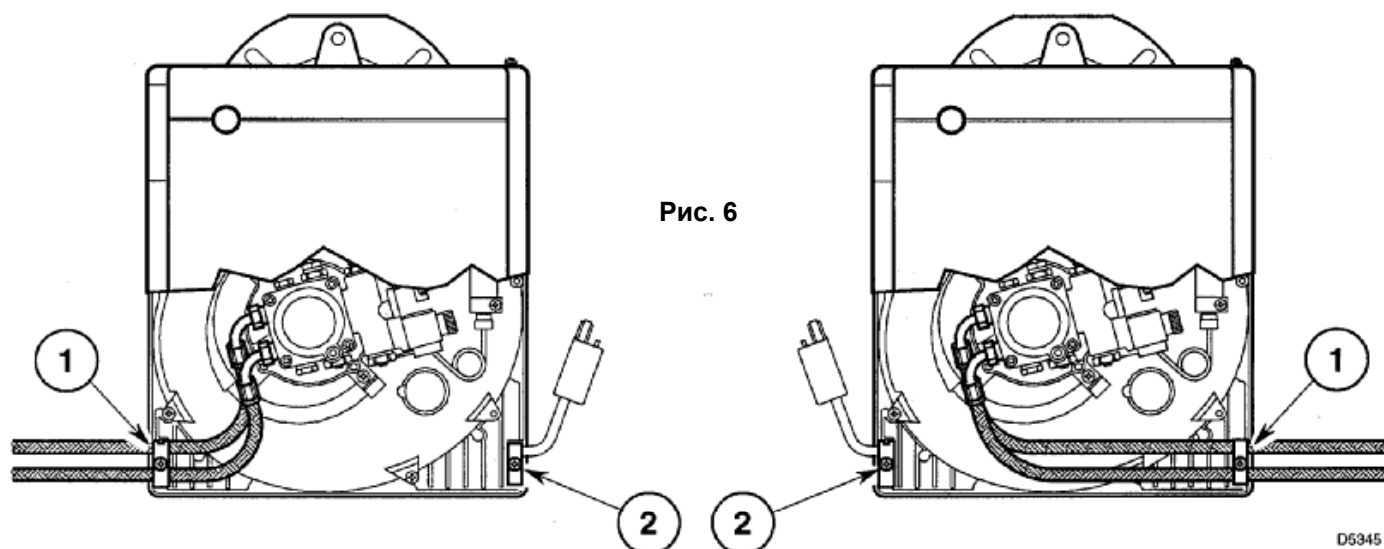

Рис. 6
Возможно крепление шлангов подачи топлива с обеих сторон котла. В зависимости от того, с какой стороны будут выходить шланги — справа или слева — следует должным образом расположить крепежные планки для шлангов (1) и кабелей (2) (см. рис. 6).